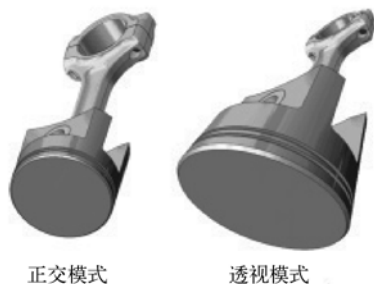

图 8-18 透视模式和正交模式的不同
- **“照相机透视模式”按钮** ：用于切换正交模式和照相机透视模式。在正交模式下，模型的各部分大小相同，而在透视模式下，模型远的部分将看起来小一些，而模型靠近屏幕的部分将看起来大一些，如图 8-18 所示。